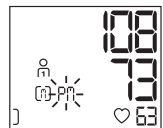

Afb. 1
- Nadat het desbetreffende gebruikersgeheugen is geselecteerd, verschijnt op het scherm het bijbehorende - of -symbool en een . De gemiddelde waarde van alle in dat geheugen opgeslagen gegevens wordt getoond (zie afb. 1).